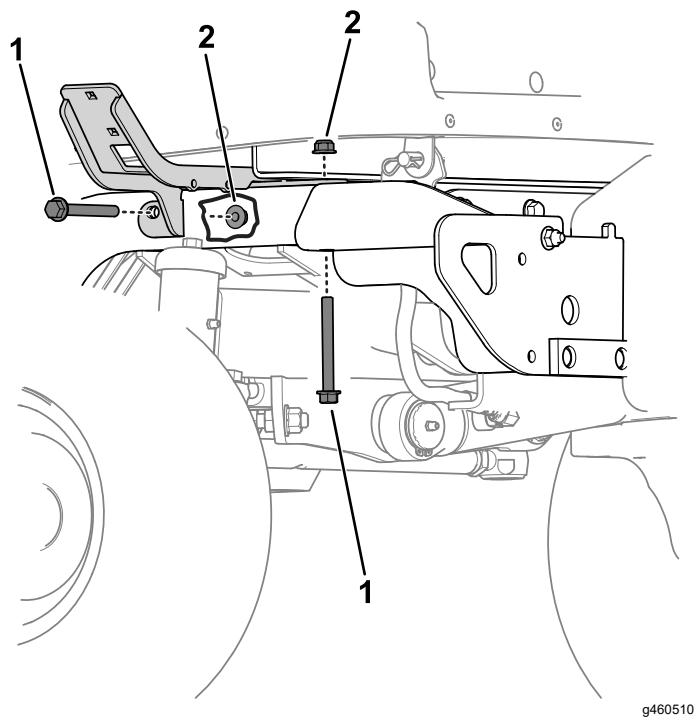

Figura 17
3. Fije el soporte izquierdo y el soporte derecho a los tubos del bastidor trasero con 4 pernos de cabeza hexagonal ( $\frac{3}{8}$ " x  $3\frac{1}{4}$ ") y 4 contratuercas ( $\frac{3}{8}$ ") en cada lado (Figura 17).